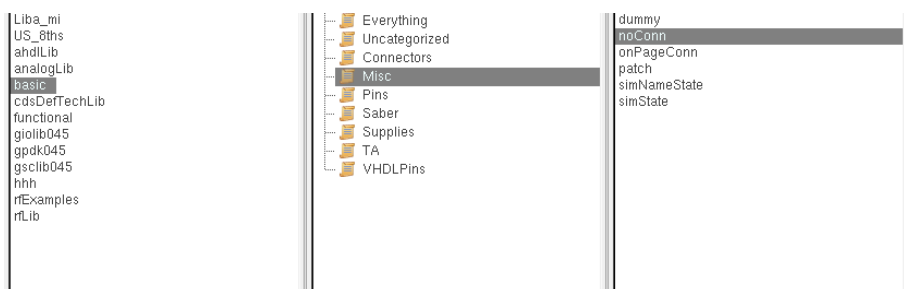

Рисунок 11 – Выбор элемента No connect
4. В тестируемом устройстве ко всем контактам должны быть подключены оконечные нагрузки или источники в режиме холостого хода понадобится тип контакта No connect (рисунок 11), который находится в библиотеке basic в разделе Misc. Его необходимо подключить к выходу устройства;